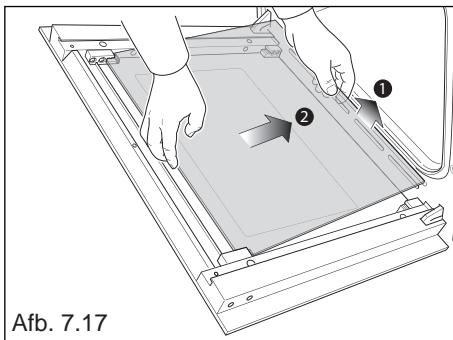

Afb. 7.15
- Maak de middelste ruit voorzichtig los uit de onderste klemmen door hem te bewegen zoals in afb. 7.15.